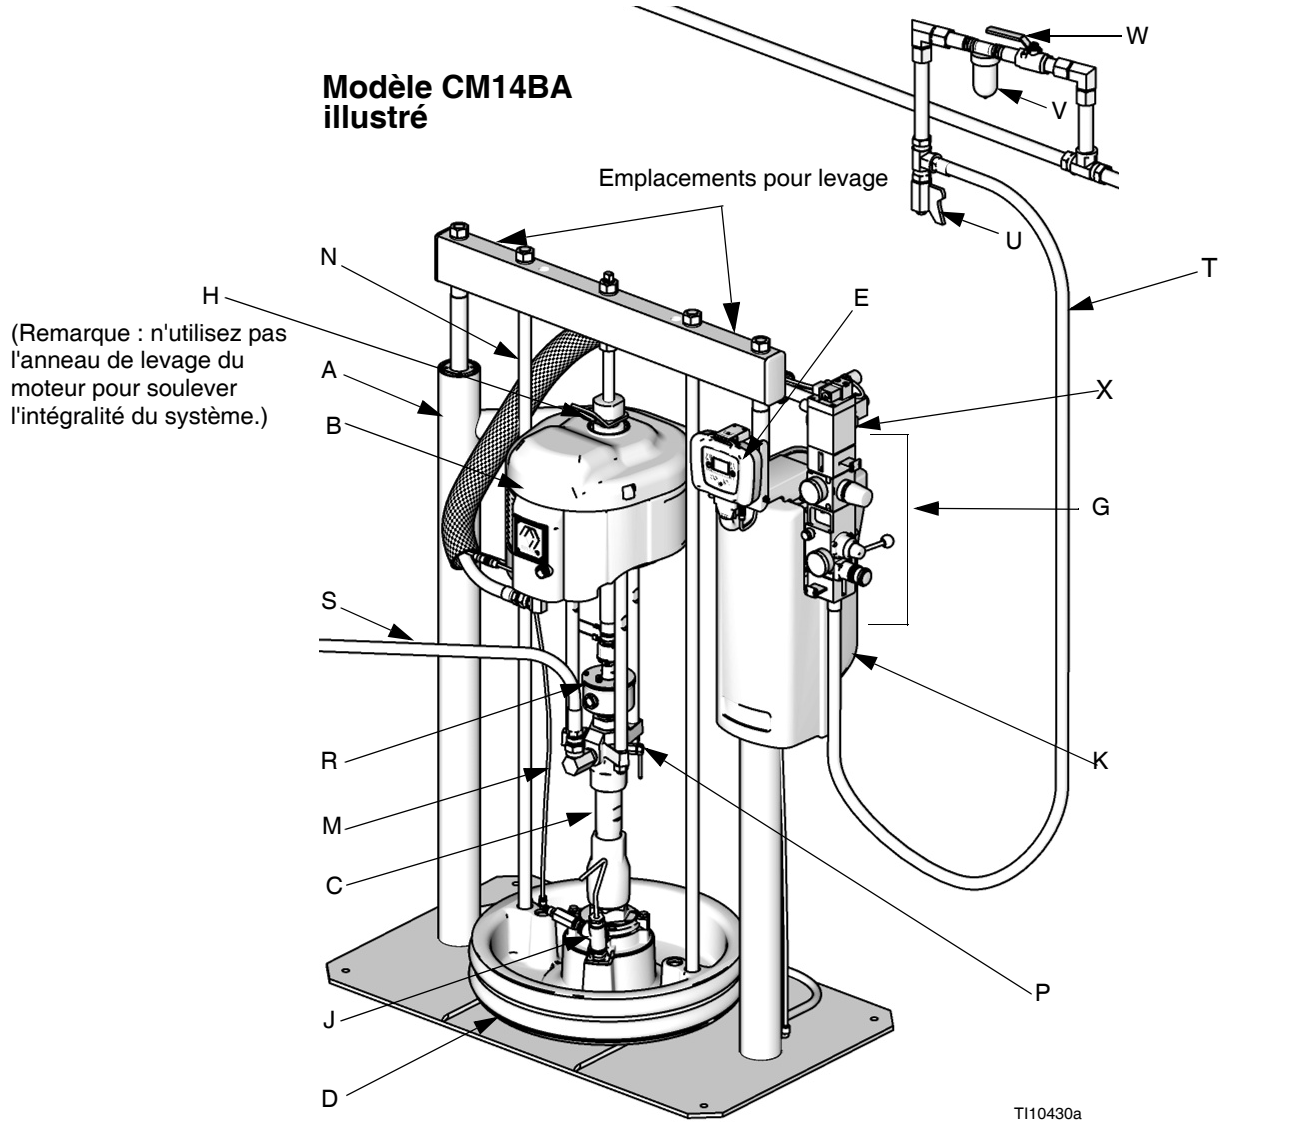
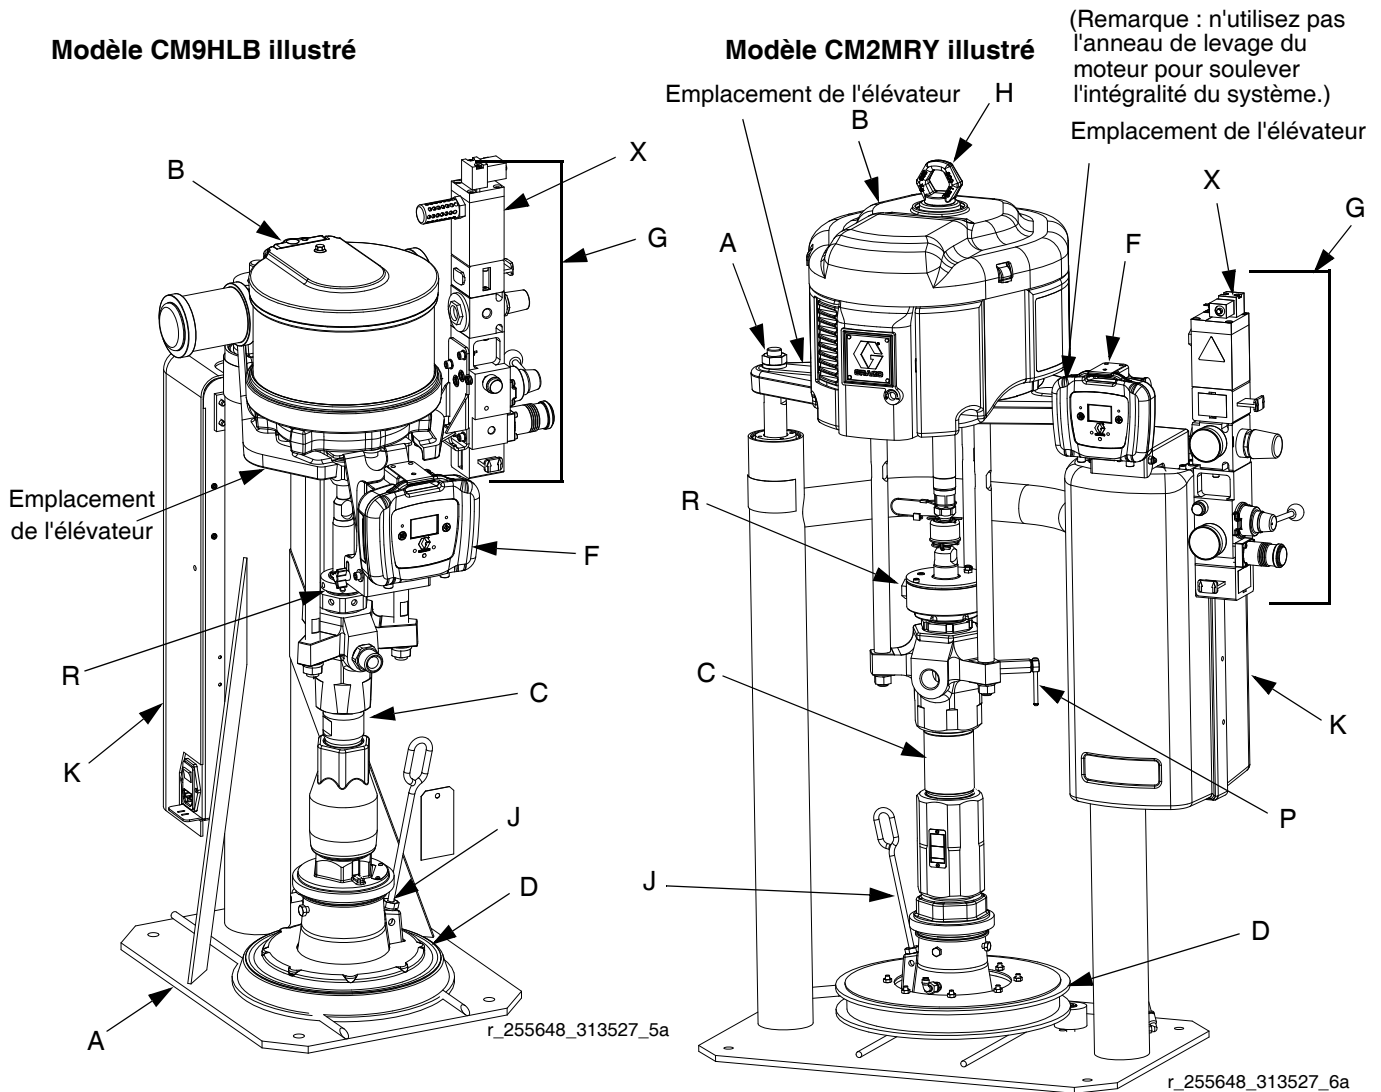

FIG. 1
FIG. 2
- S Conduite de fluide (non fournie, consultez la FIG. 1)
- T Conduite d'air (non fournie, consultez la FIG. 1)
- U Vanne de vidange de la conduite d'air (non fournie, consultez la FIG. 1)
- V Filtre à air (non fourni, consultez la FIG. 1)
- W Vanne d'arrêt d'air de type purge (non fournie, voir FIG. 1)
- **Une vanne coulissante d'air principale (BA) :** laisse passer et coupe l'air envoyé au système. Lorsqu'elle est fermée, la vanne relâche la pression en aval.
- **Un régulateur d'air pour l'élévateur (BB) :** contrôle la pression de montée, de descente et de purge de l'élévateur.
- **Vanne de commande de l'élévateur (BC) :** contrôle le sens de l'élévateur.
- **Orifice d'échappement avec un silencieux (BD)**
- **Régulateur du moteur pneumatique (BE) :** contrôle la pression d'air vers le moteur.
- **Vanne coulissante du moteur pneumatique (BF) :** laisse passer et coupe l'air envoyé au moteur pneumatique. Lorsqu'elle est fermée, la vanne relâche l'air emprisonné entre cette dernière et le moteur pneumatique. Poussez la vanne pour couper l'air. **DataTrak distant :** l'électrovanne pneumatique (X, FIG. 1), la vanne coulissante du moteur pneumatique (BF) et la vanne coulissante d'air principale (BA) doivent être ouvertes pour que l'air puisse circuler. (Consultez la section **Configuration du DataTrak distant**, page 24.)
- **Bouton de purge (BG) :** laisse passer et coupe l'air qui pousse le cylindre hors d'un tambour vide.
Consultez la FIG. 1.
La FIG. 1, la FIG. 2 et la FIG. 6 sont uniquement des guides pour sélectionner et installer les composants et accessoires du système. Contactez votre distributeur Graco pour obtenir une assistance lors de la conception d'un système répondant à vos besoins spécifiques.
Soulevez toujours le système d'alimentation au niveau des endroits prévus à cet effet (consultez la FIG. 1, la FIG. 2 et la FIG. 6). **Ne** le soulevez **pas** d'une autre manière que celle indiquée.